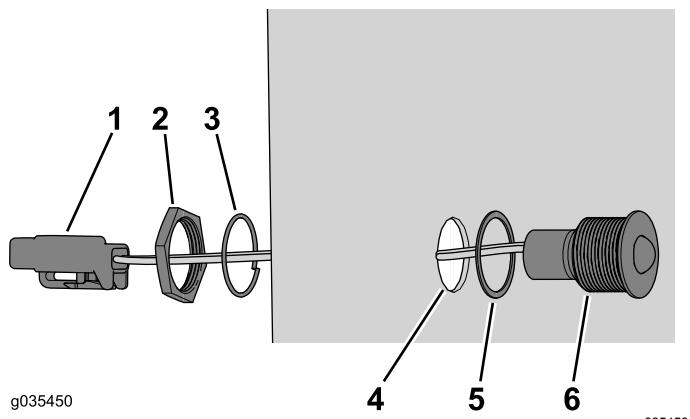

Figure 15
6. Insérez le connecteur dans le trou de montage du panneau de fermeture (Figure 15).
Remarque: Vérifiez que le joint est en place entre le couvercle et le témoin (Figure 15).
7. Fixez le témoin dans le trou du panneau de fermeture à l'aide de l'écrou de retenue et de la rondelle frein (Figure 15).